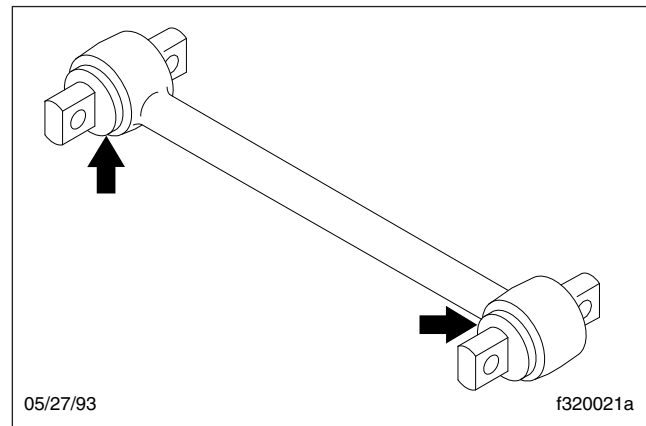

Figura 1, Bujes del brazo de torsión
- Inspeccione los extremos de los bujes de goma. Vea la **Figura 1**. Reemplace el brazo de torsión por cualquiera de las siguientes razones: